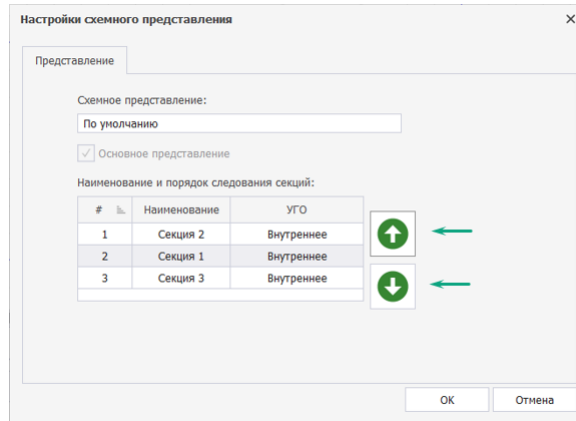

Рис. 215 Изменение порядка отображения секции
2. Выбрать в таблице одну из секций и с помощью кнопок  и  переместить ее в требуемую позицию, см. Рис. 215.